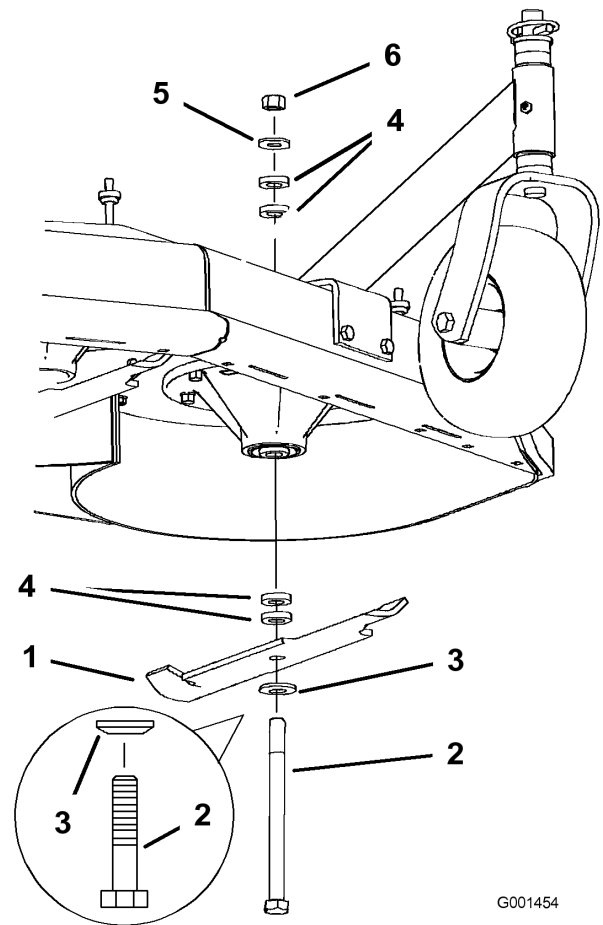

Figure 10
3. Maintenez le boulon de lame et retirez l'écrou (Figure 10).
4. Enfilez le boulon dans l'axe et changez les entretoises selon les besoins (Figure 10).
5. Posez le boulon et la rondelle bombée, ajoutez une ou des entretoise(s) et fixez-les avec une rondelle mince et un écrou (Figure 10).